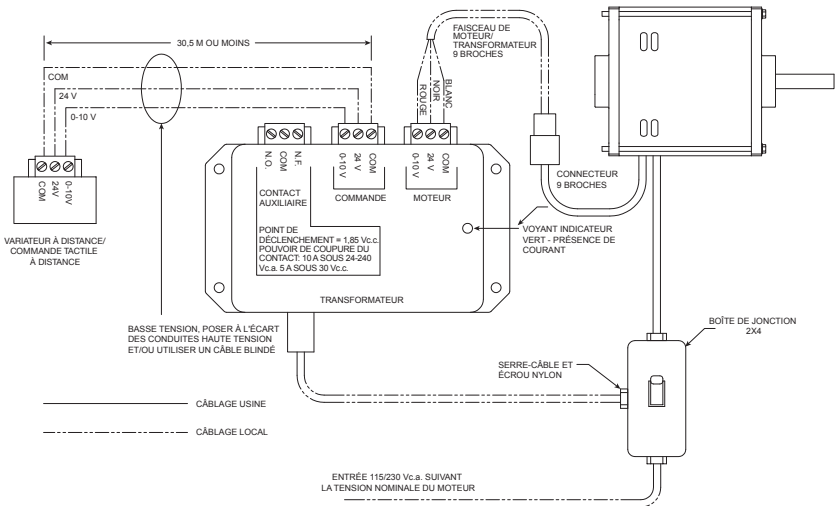

Figure 5 — Variateur à distance et commande tactile à distance
3. Tirer un câble de commande à 3 fils entre la commande de vitesse à distance et le transformateur monté sur le ventilateur. La distance maximale entre le ventilateur et la commande de vitesse est de 30,5 mètres. Raccorder les bornes 24 V, COM et 0-10 sur le transformateur et la commande de vitesse à distance. Voir le schéma de câblage à la Figure 5.